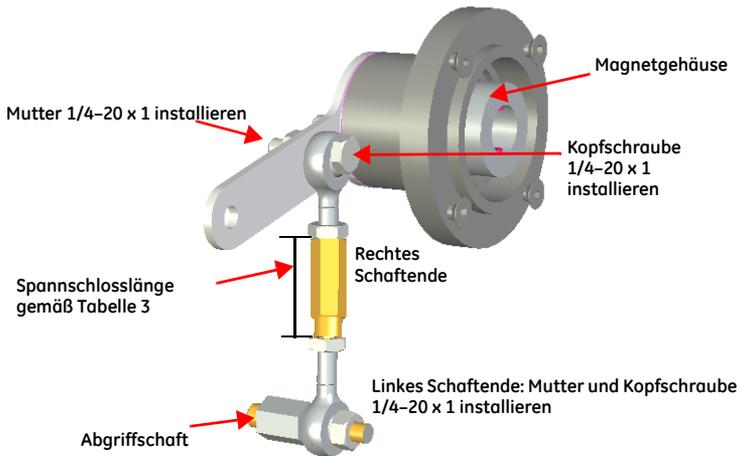

Abbildung 14 Montage des Abgriffschafts am SVi1000
4. Drehen Sie die Abgriffstange auf den Anschluss des Stellgliedschafts (Abbildung 14).
5. Befestigen Sie die das rechte Ende des Gewindeschafts am Hebel mit einer Kopfschraube und Mutter 1/4 – 20 x 1" (Abbildung 14).
10. Drehen Sie das Spannschloss auf das linke Ende des Gewindeschafts (Abbildung 14).
11. Stellen Sie das Spannschloss so ein, dass sich die Öffnung im Hebel mit der Ausrichtöffnung in der Halterung deckt. Ziehen Sie beide Spannschlossmuttern fest (Abbildung 14).